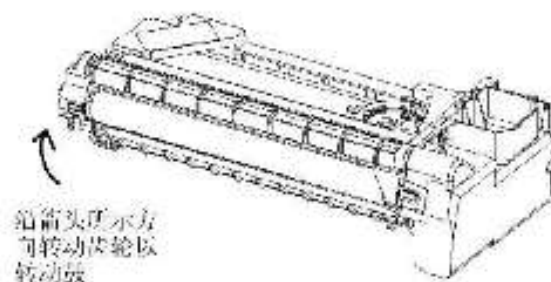

图5 鼓旋转
- 拆出鼓架(REP9, 1),按所示方向转动鼓架(图5)。